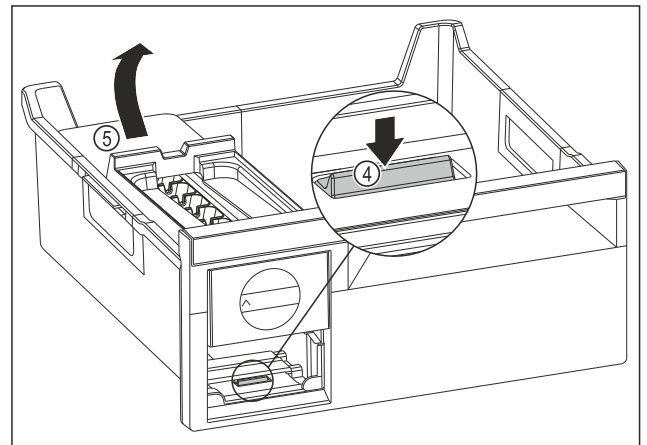

Fig. 144
- ▶ EasyTwist-Ice-Körper entnehmen: Lasche Fig. 144 (4) mit Finger nach unten drücken und gleichzeitig mit der anderen Hand den EasyTwist-Ice-Körper Fig. 144 (5) von hinten anheben.